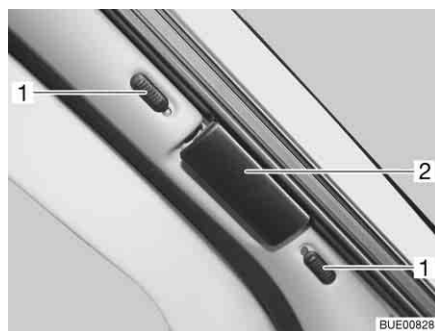
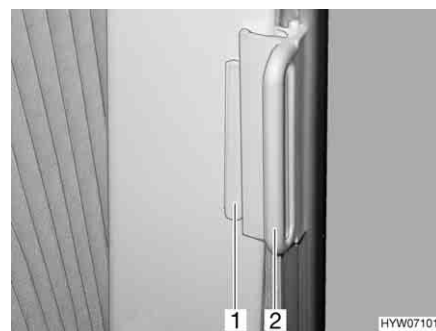

Bild 63 Plisségardin för vindrutan
Bild 64 Plisségardiner på förar- och passagerarfönstren
- Skjut upp eller ned låsknapparna (Bild 63,1) på plisségardinen för framrutan. Låset är öppet när den röda punkten syns.
- Håll i plisségardinernas handtag (Bild 63,2 och Bild 64,2) och drag försiktigt för dem tills att magnetlåset håller plisségardinen stängd.
- Drag, på plisségardinerna för förar-/och passagerarfönstret, handtaget (Bild 64,2) över kanten (Bild 64,1). Plisségardinen är säkrad.